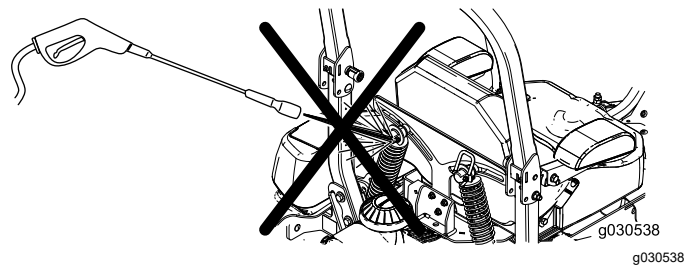

Figura 88
**Notă:** Nu curățați ansamblurile de amortizoare cu apă sub presiune (Figura 88).